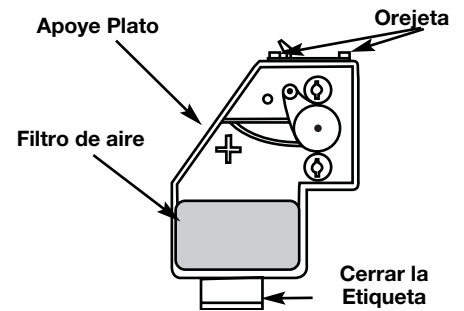

Fig. 35
7. Instale de nuevo la tapa del filtro de aire. Haga coincidir las ranuras que hay en la parte superior de la tapa del filtro de aire con las lengüetas de la parte superior de la placa posterior (Fig. 35).